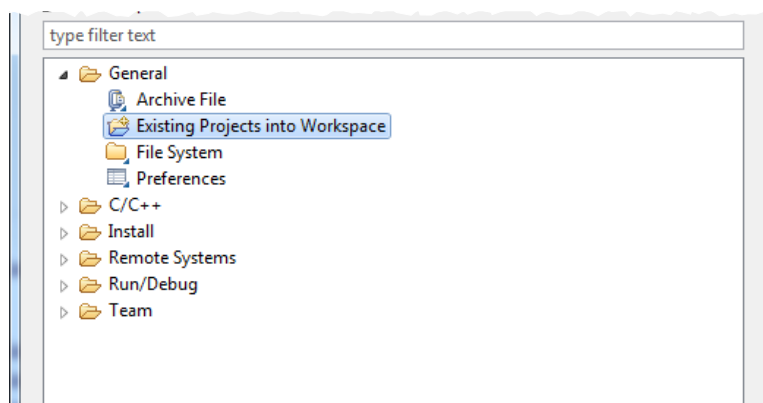

Рисунок 3-11: Импорт проекта в Xilinx SDK
2. В открывшемся окне (см. рисунок 3-11) выберите в списке проектов тип «Existing Projects into Workspace» и нажмите кнопку «Next».